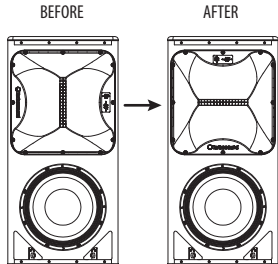

Fig. 6
13. Verifique todos os componentes e confirme se a orientação da buzina está correta (fig. 6).